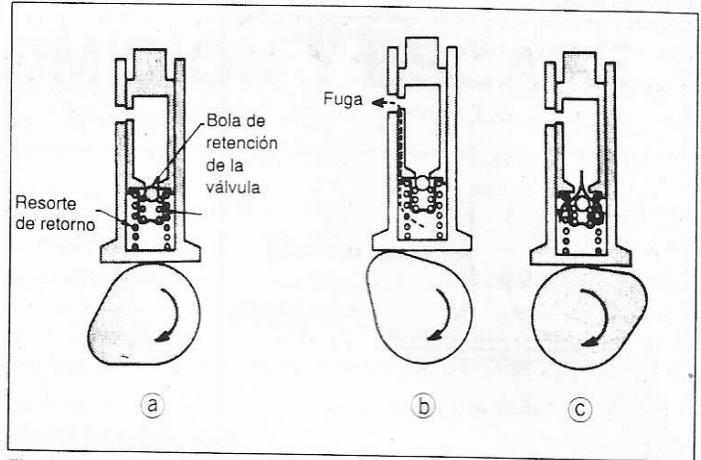

Fig. 3-17 Operación del levantaválvulas hidráulico.
① **Antes de comenzar la acción de levantamiento de la leva [ver Fig. 3-17 (a)].**
② **Al momento de levantarlo por la leva [ver Fig. 3-17 (b)].**
③ **Al completar la acción de levantamiento de la leva [ver Fig. 3-17 (c)].**